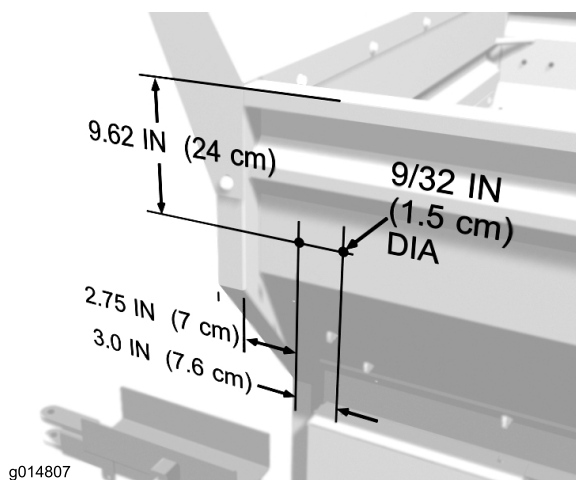

Figura 1
2. Utilizando as dimensões indicadas em Figura 1, localize a marca e faça (2) furos de 7 mm de diâmetro no lado esquerdo frontal da tremonha. Repita o procedimento no lado direito da tremonha.